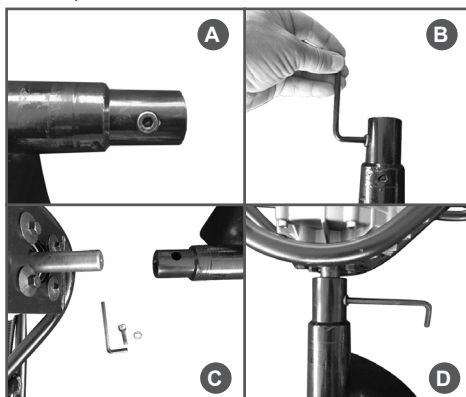
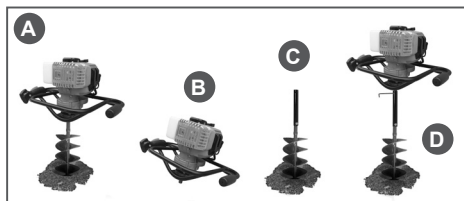

Рис. 3 Установка шнека
Рис. 4 Установка удлинителя
3. Снимите крепёж со шнека (Рис. 3А, 3В).
5. Совместите крепежное отверстие вала отбора мощности с крепежным отверстием шнека (Рис. 3С).
6. Закрепите шнек на валу отбора мощности с помощью прилагаемого крепежа и надежно затяните его (Рис. 3Д).
1. Пробурите скважину в земле глубиной 30-50 см (Рис. 4А). Остановите двигатель.
2. Снимите крепёж шнека (Рис. 3). Отсоедините двигатель от шнека и уберите его в сторону. Двигатель должен опираться на грунт рамой с рукоятками и валом отбора мощности (Рис. 4В).
4. Вставьте удлинитель в вал шнека, совместите отверстия, затем установите крепёж. Надежно затяните (Рис. 4С).
5. Установите двигатель на вал удлинителя и закрепите его крепёжом, снятым в п.3. Надежно затяните (Рис. 4Д).